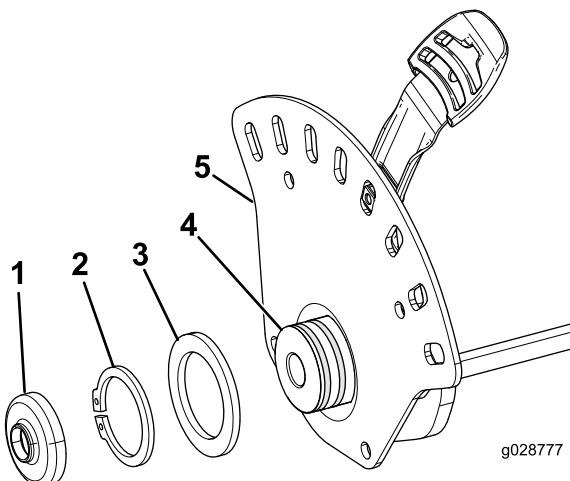

Figura 3
- Retire la cubierta del dispositivo de sujeción, el anillo de retención y la arandela de la placa de altura de corte (Figura 3).
- Instale la arandela, el anillo de retención y la cubierta del dispositivo de sujeción de la placa de altura de corte (Figura 3).